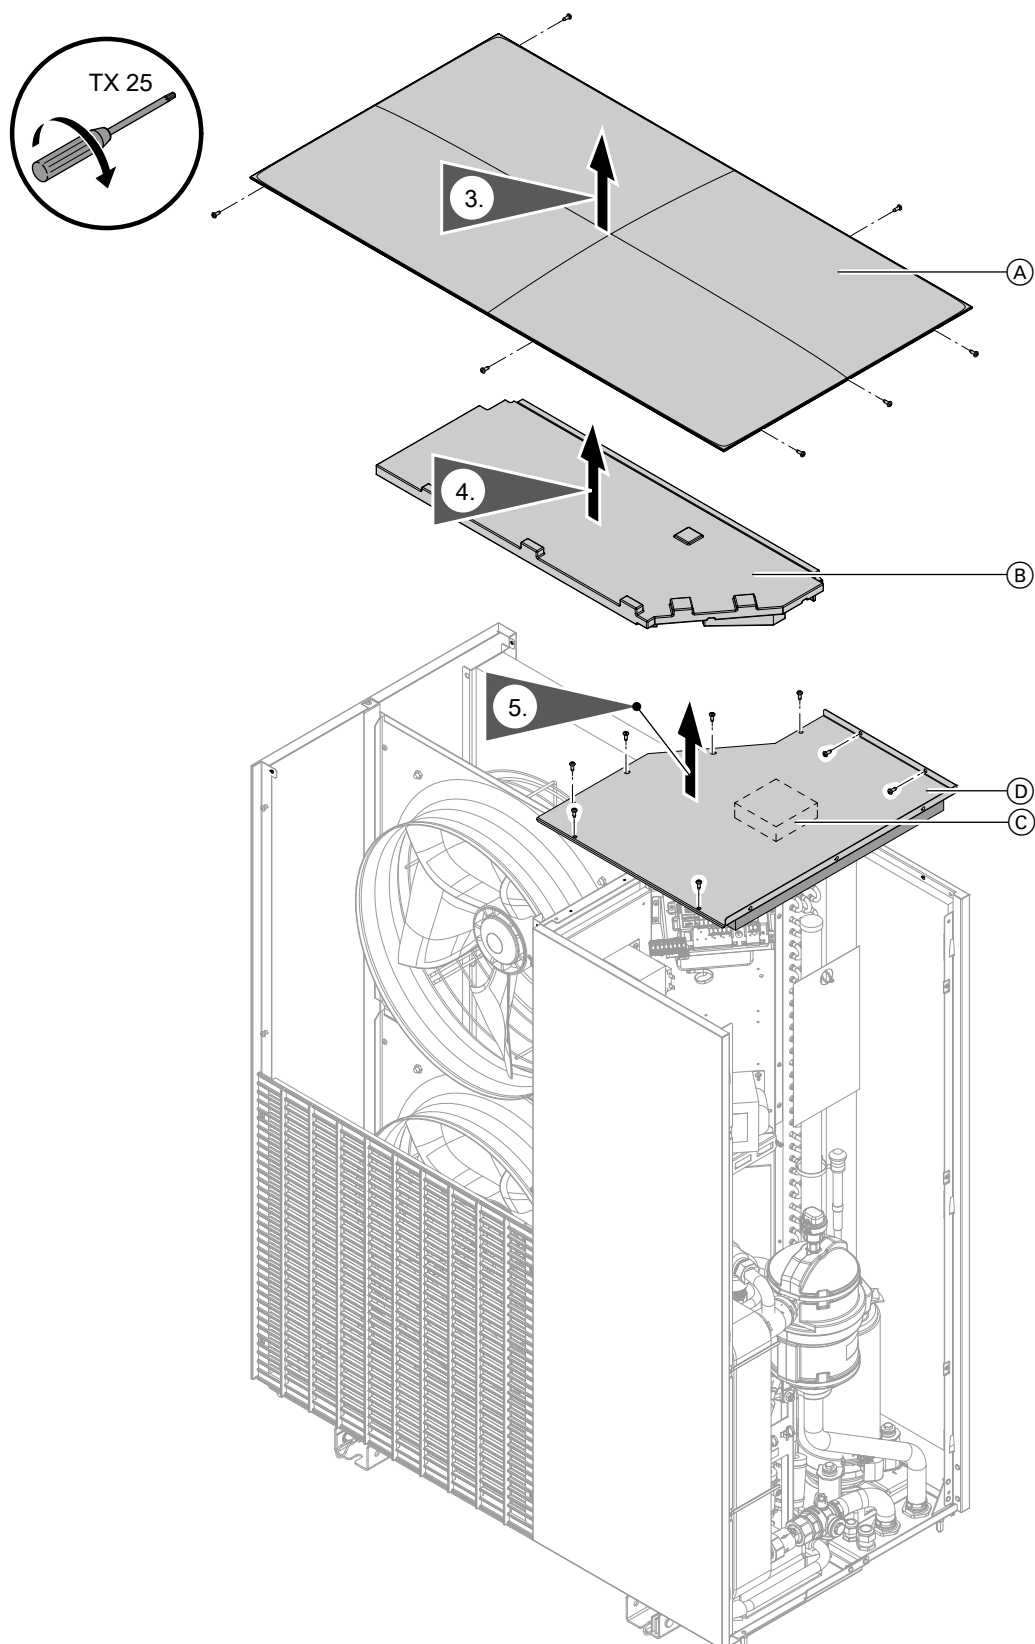

Fig. 94
3. Démonter le couvercle : voir fig. 94.
2. Démonter le couvercle : voir fig. 94.